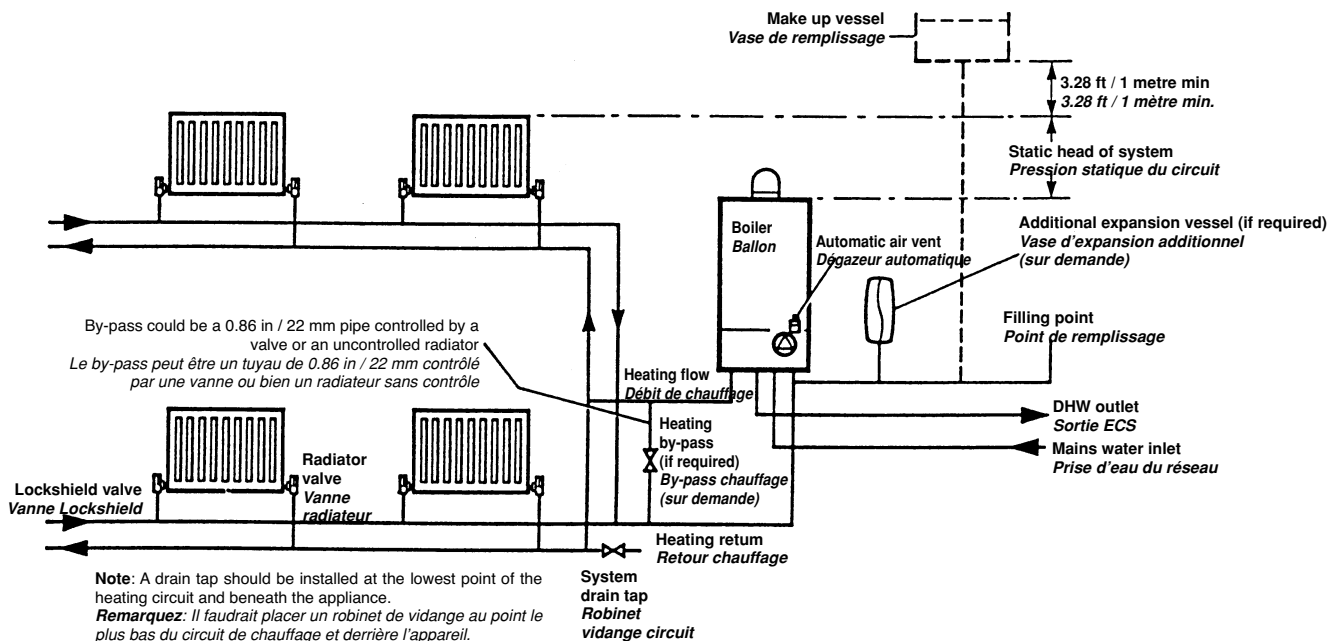

Fig. 17
3.7 LE CIRCUIT DE CHAUFFAGE CENTRAL - Fig. 17
The system design pressure (cold) should be set to (7.25-14.5) p.s.i. / (0.5-1) bar. This pressure is equivalent to the maximum static head (see Fig. 17) in bar + 0.3 (14.5 p.s.i. = 1 bar = 10.2 metres of water).
La pression du circuit (à froid) devrait être établie à (7.25-14.5) p.s.i. / (0.5-1) bar. Cette valeur correspond à la pression statique maximale (voir Fig. 17) en bar + 0.3 (14.5 p.s.i. = 1 bar = 10.2 mètres d'eau).